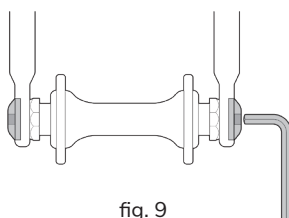

fig. 9
3. Jeśli rower jest wyposażony w mocowanie koła za pomocą śruby mocującej (rys. 9 i 10), poluzuj mocowanie(a) za pomocą odpowiedniego klucza, klucza blokady lub uchwytu, wykonując kilka obrotów w kierunku przeciwnym do ruchu wskazówek zegara. Następnie przejdź do kroku 4.